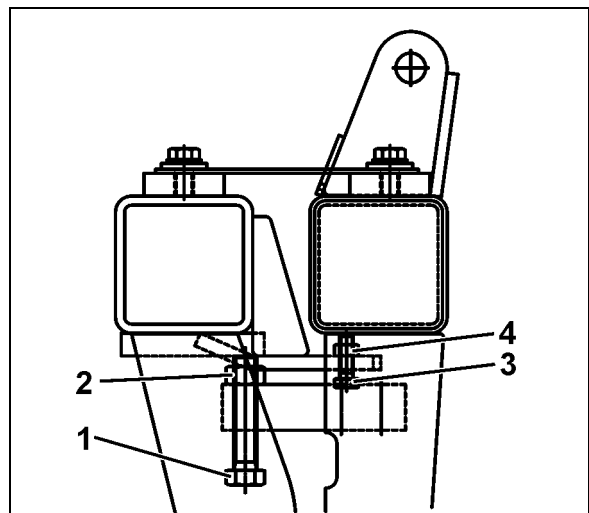

Рис. 55
Микрометр (Рис. 55/1) располагается в центре под рамой распределителя во взвешивающем устройстве.
1. Открутите контргайки (Рис. 55/2).
2. Отрегулируйте микрометр (Рис. 55/1).
3. Затяните контргайки (Рис. 55/2).
Ограничительные болты (Рис. 55/1) устанавливаются с 2 мм зазором согласно иллюстрации.
1. Открутите контргайки (Рис. 55/4).
2. Отрегулируйте ограничительные болты (Рис. 55/3).
3. Затяните контргайки (Рис. 55/4).